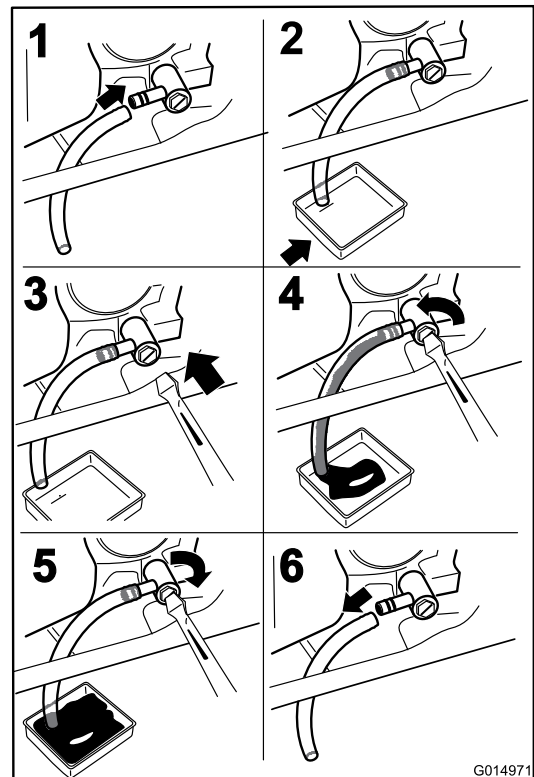

Figure 31
3. Avant de quitter la position de conduite, coupez le moteur, enlevez la clé de contact et attendez l'arrêt de toutes les pièces mobiles (Figure 31).